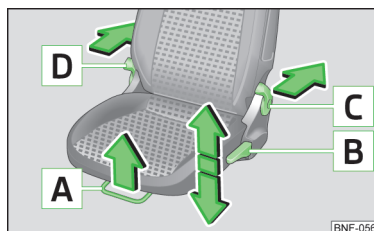

Fig. 45
Elemente de comandă la scaunul șoferului » fig. 45
- > Trageți maneta **A** » fig. 45 n sensul săgeții și mpingeți scaunul n direcția dorită.
- > Trageți, respectiv mpingeți repetat maneta **B** » fig. 45 n sensul uneia dintre săgeți.
- > Trageți maneta **C** n direcția săgeții » fig. 45 și cu spatele reglați nclinația dorită a spătarului.
- > Trageți maneta **C** resp. **D** » fig. 45 și rabatați spătarul nainte.